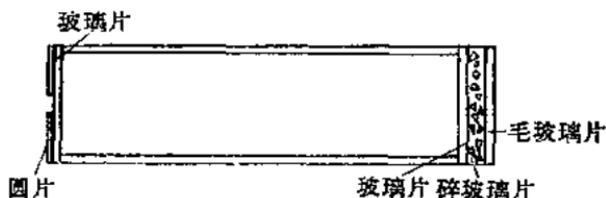
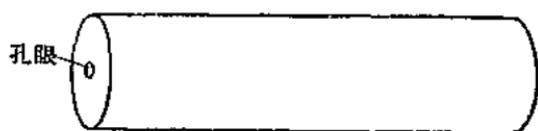

图 2
图 3
2. 用马粪纸做成一个圆筒，圆筒的大小应该同三棱镜的大小相符合，但是它的长度要比三棱镜稍长一些，然后将三棱镜放入圆筒内。在圆筒的左端先放上一块跟圆筒一样大小的圆玻璃片，然后用马粪纸剪一个圆片，中间留有孔眼，放在圆玻璃片的外侧。在圆筒的另一端也先放上一块圆玻璃片，然后放上涂有各种颜色的碎玻璃片（注意不要放得太多，也不要过少），再将另一块毛玻璃片放上（图 2）。最后用牛皮纸将圆筒周围粘起来，这样就做成了万花筒。图 3 是万花筒的外形。